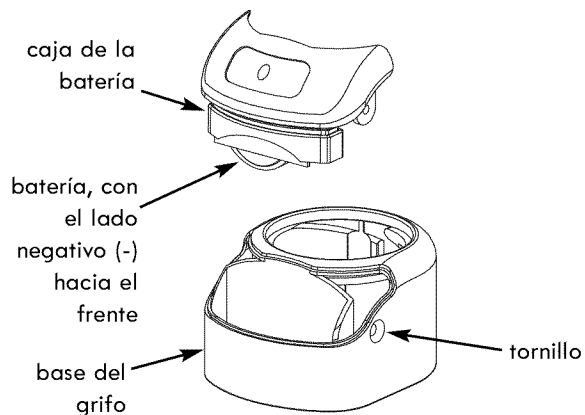

Figura 14
Dentro de la base del grifo hay un temporizador a batería para 6 meses. Vea la Figura 14.
1. Afloje el tornillo del lado derecho de la base del grifo. Vea la Figura 14.
2. Desde el frente de la base del grifo, empuje hacia arriba la caja de la batería hasta que se desprenda de la base del grifo. Vea la Figura 14.
5. Vuelva a instalar la caja del temporizador y apriete firmemente el tornillo de montaje. Vea la Figura 14.